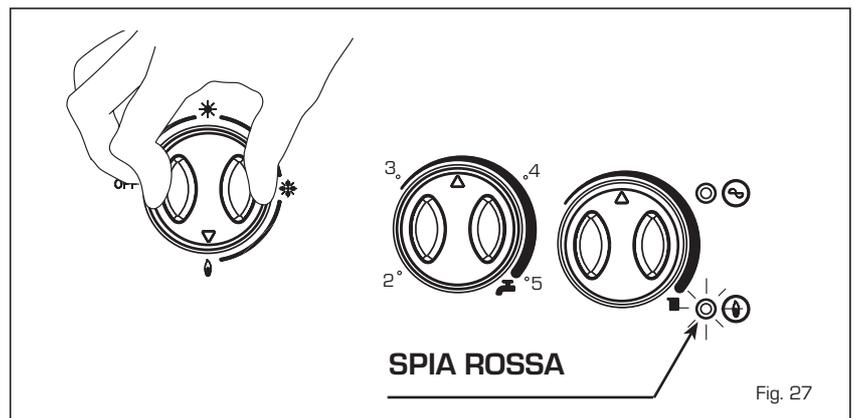

Fig. 27
- **Ripristino della pressione impianto riscaldamento** (fig. 27/a)